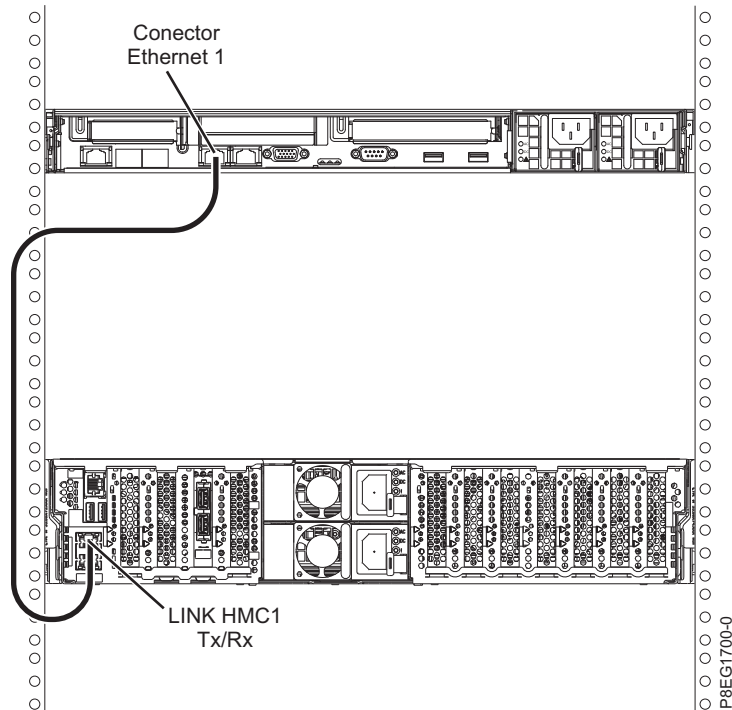

Figura 39. Conectando o HMC para o sistema gerenciado
1. ConsulteSe você deseja conectar diretamente o seu HMC ao sistema gerenciado, conecte o **Conector Ethernet 1** no HMC à porta **HMC1** no sistema gerenciado. Figura 39 na página 46.